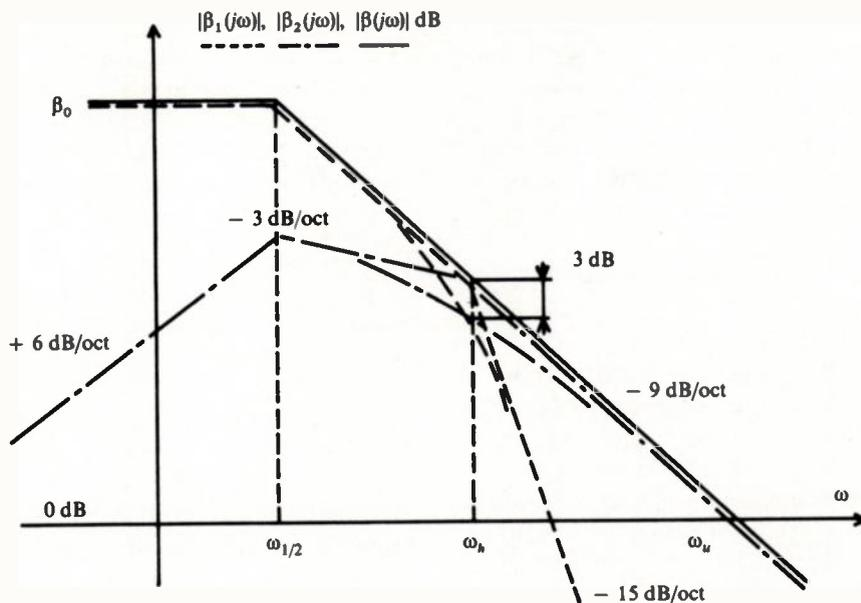

FIG. 3.
La figure 3 donne les diagrammes asymptotiques de gain des différentes réponses en fréquences en boucle ouverte lorsque les relations (VI-5) et (6) sont vérifiées. Les valeurs numériques correspondantes sont les suivantes :